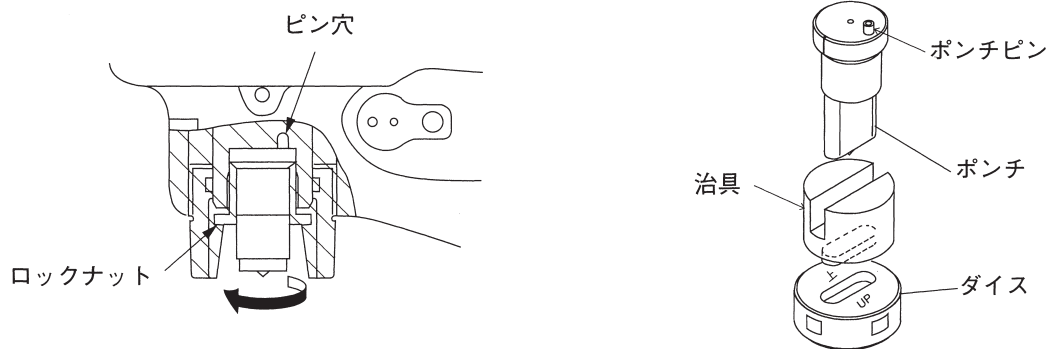

図7
(1)ラムのピン穴にポンチ頭部のピンがはまるようにしてポンチを挿入してください。ピン穴は（図7）に示されるようにラムの右側にあります。なお90°回した位置にもピン穴があります。